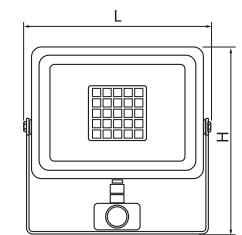

Рис. 1
1.1 Прожектор светодиодный серии PFL-SC (далее прожектор) (рис. 1) предназначен для внутреннего и наружного освещения (рекомендуется использовать под навесом). Прожектор может использоваться для освещения складских комплексов, подсобных помещений, подъездов, спортивных площадок, автостоянок и других объектов.